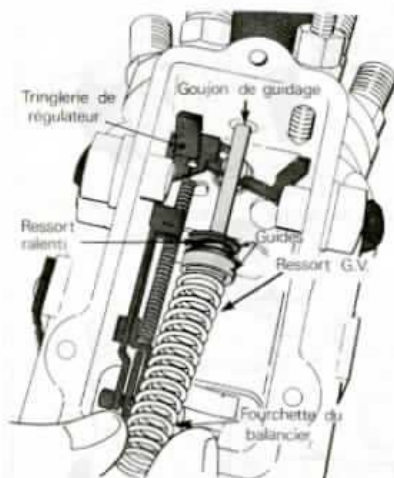

Fig. 46.
— Positionner la tringlerie de régulateur (le crochet sur la fourchette du balancier) et introduire la partie avant sur l'axe de commande de la soupape de dosage. Assembler les ressorts de régulation munis de leurs guides et les présenter sur le goujon de guidage (fig. 46).
— Positionner la came d'accélération (A) « à cheval » sur le goujon de guidage, suivant la figure 46 bis, puis introduire l'axe d'accélérateur de façon que le clavetage existant dans l'alésage de la came s'engage dans la rainure repérée lors du démontage (2). Introduire l'axe de stop en lui imprimant un léger mouvement de rotation (fig. 47).
Fig. 46 bis.